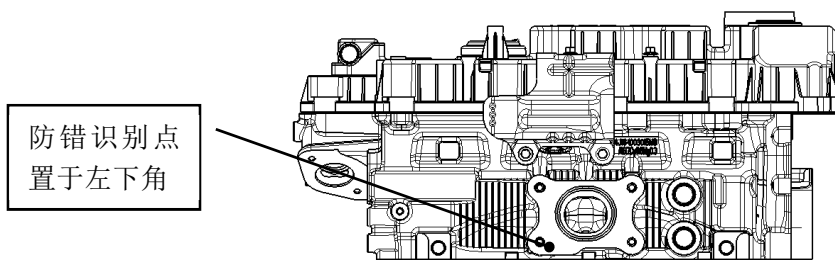

图 F-8 垫片-增压器安装方向
- a、将四颗高温双头螺柱⑧短螺纹一端螺纹分别涂耐高温螺纹紧固胶⑨乐泰 2422 并拧入缸盖排气法兰对应的螺纹孔内，力矩按技术参数表拧紧（紧固胶现涂现用，螺柱涂胶后需在 5 分钟内完成紧固，如拆卸需更换螺栓重新涂胶紧固）；
- b、将垫片-涡轮增压器⑦穿过高温双头螺柱套在缸盖排气法兰面上，要求：安装后防错识别点方向如图 F-8 所示；
- c、拆下涡轮增压器⑧中间体的所有油孔堵头，将增压器按照图示状态，套在缸盖排气法兰螺柱上。每个螺栓上套上 1 个垫块⑩，然后旋上 1 个高温螺母⑨，最后将四个高温螺母⑨按技术参数表规定力矩按照⑩⑩⑩⑩依次对角交叉紧固并校紧（其中序号⑩是对位置⑩复紧一次）。